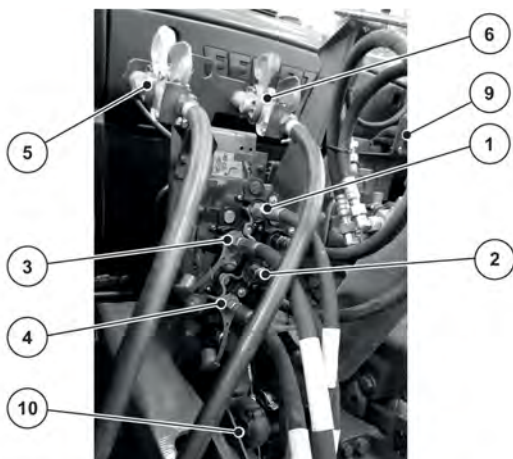

Fig. 25: Tilslutningsrækkefølge af maskinledningerne på traktoren
Se Fig. 25
- ▶ Overhold tilslutningsrækkefølgen: Se *Fig. 25 Tilslutningsrækkefølge af maskinledningerne på traktoren*